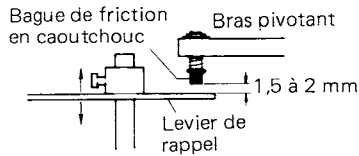

Fig. 2-2.
- c. Presser la touche de mise en marche et tourner le plateau de la main pour déclencher l'opération de descente du bras. Vérifier que la pointe de lecture descend bien dans la zone voulue pour le réglage à 30 cm. (Fig. 2-2.)